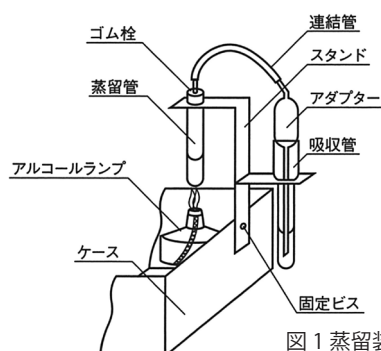

図 1 蒸留装置組立図
- 図 1 に従って蒸留装置を組立てる。アルコールランプの芯は 1 ~ 2 mm 程度出ている程度である。点火した後炎が安定したとき、炎の先端が蒸留管の底にちょうど届く程度にスタンドを調節しておく。